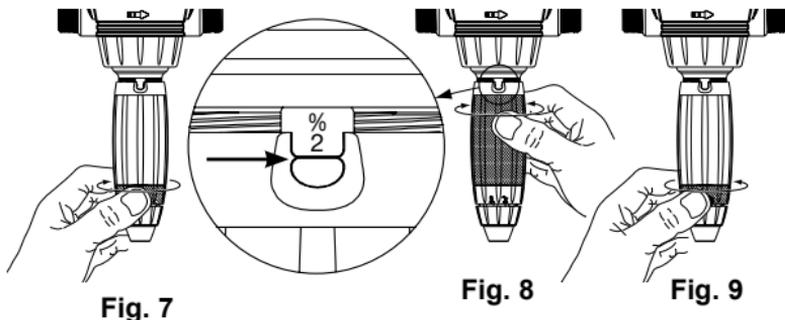

Fig. 7
- Desserrer la bague de blocage (Fig. 7).